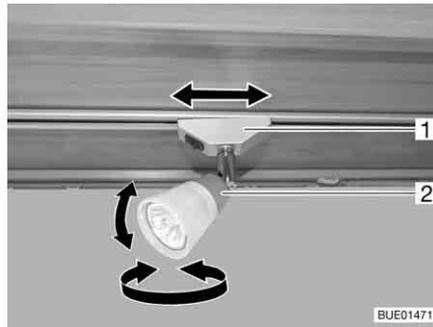

Fig. 51 Foco
**Girar:** ■ Cogér la carcasa (Fig. 51,2) y girarla.
**Desplazar:** ■ Agarrar el soporte (Fig. 51,1) y girarlo aprox. 45°.
**Retirar:** ■ Agarrar el soporte (Fig. 51,1) y girarlo 90°.